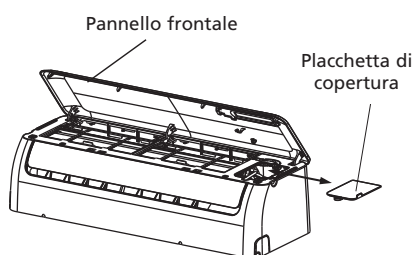

Figura 19
- Per poter montare il cavo sul blocco di allacciamento della parte interna: Rimuovere il pannello frontale e la placchetta di copertura dalla morsettieria che si trova sul retro della parte interna. Figura 19.